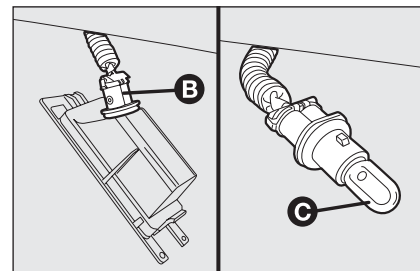

fig. 35
- tourner le porte-lampe **B**-fig. 35 dans le sens des aiguilles;